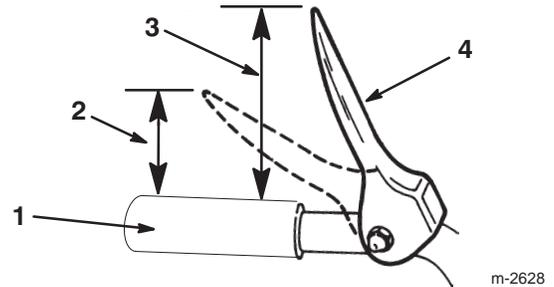

Bild 13
- Überprüfen Sie den Abstand zwischen der Oberkante des Handgriffs und der Unterkante des Betätigungshebels für Schnecke/Gebläserad. Der Abstand sollte circa 10 cm betragen (Bild 13).
Hinweis: Die zum Drücken des Hebels aufzuwendende Kraft erhöht sich merklich, wenn der Antriebsriemen für Schnecke/Gebläserad vollkommen gespannt ist (ca. die Hälfte des Hebelweges). Die Einstellung ist korrekt, wenn die Kraft *zunimmt* und der Abstand zwischen der Oberkante des Handgriffs und der Unterkante des Betätigungshebels für Schnecke/Gebläserad 5 cm beträgt (Bild 13).